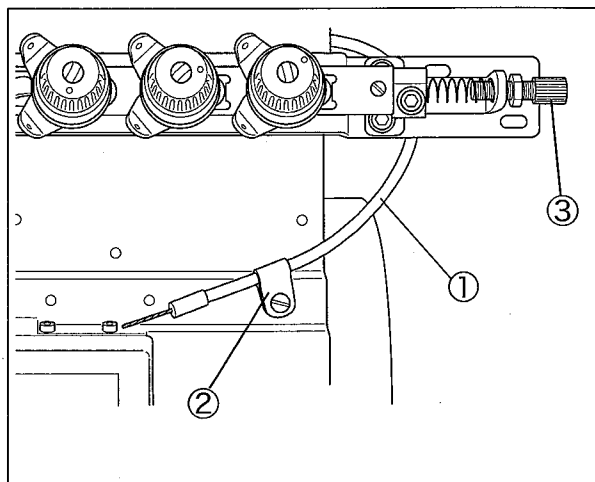
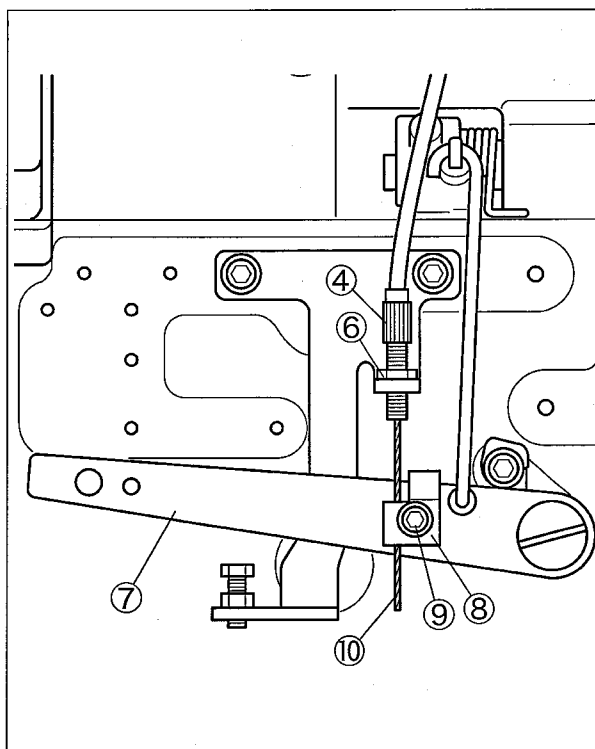

図1
図3
1. コードクランプ②を取り外す。
2. ワイヤガイド③④のネジ部の中央部分で、ロックナット⑤⑥によってワイヤガイド③④が固定されていることを確認する。(図1, 図3)
3. 押エ揚げレバー⑦側(ミシン後面)のワイヤ止メ(下)⑧の止ネジ⑨を緩める。(図3)
- (1) ワイヤ止メ(上)⑪を取り外す。
- (2) ワイヤ⑩をワイヤ止メブロック⑬の溝に沿わせ、ワイヤ⑩の先端をワイヤ止メブロック⑬の左端まで差し込む。
- (3) ワイヤ止メ(上)⑪を取り付ける。
5. 押エ揚げレバー⑦側(ミシン後面)のワイヤ⑩をたるまないように、ワイヤ止メ(下)⑧にはさみ、止ネジ⑨を締めてワイヤ⑩を固定する。(図3)